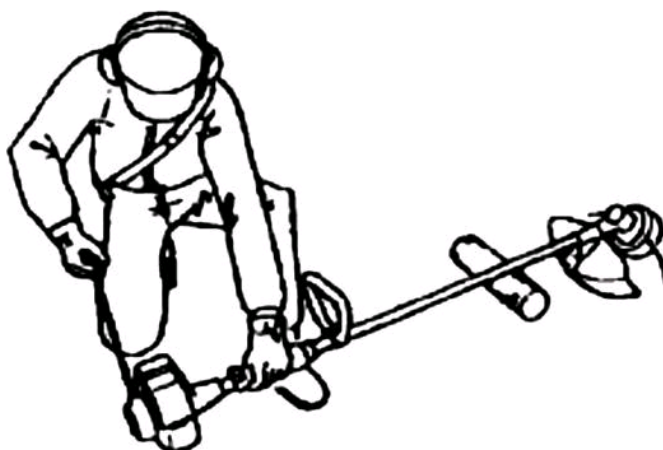

рис.11
- ✓ Перед запуском двигателя убедиться, что редуктор с катушкой или с ножом не касается посторонних предметов. (рис.11)